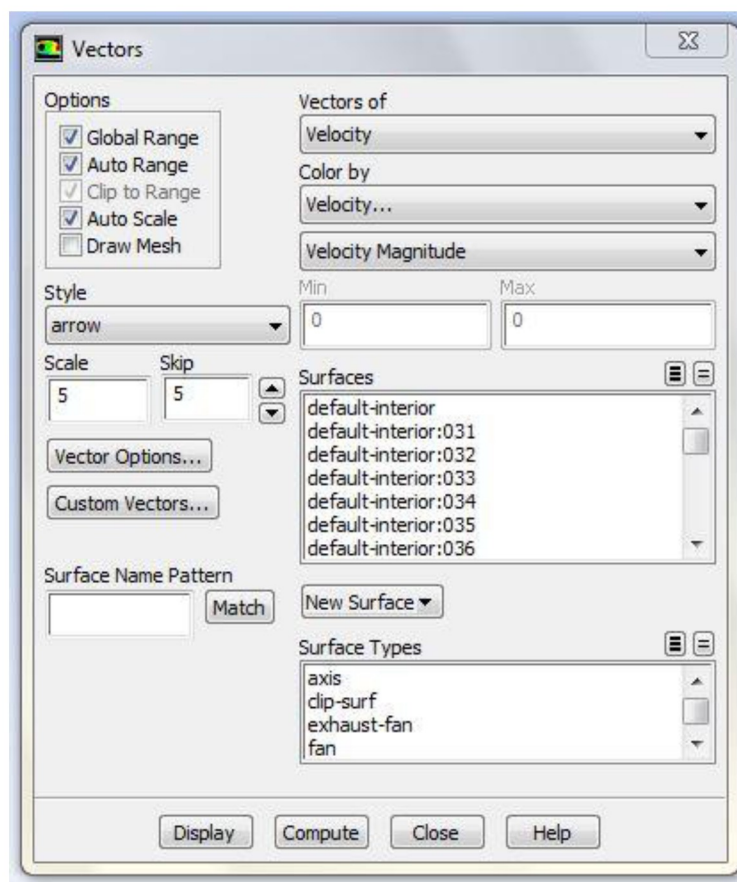

Рисунок 2.34 – Меню настройки векторов скорости(*Vectors*)
- В появившемся окне (рисунок 2.34) необходимо установить 5 в опциях качества отражения векторов *Scale* и в *Skip*.